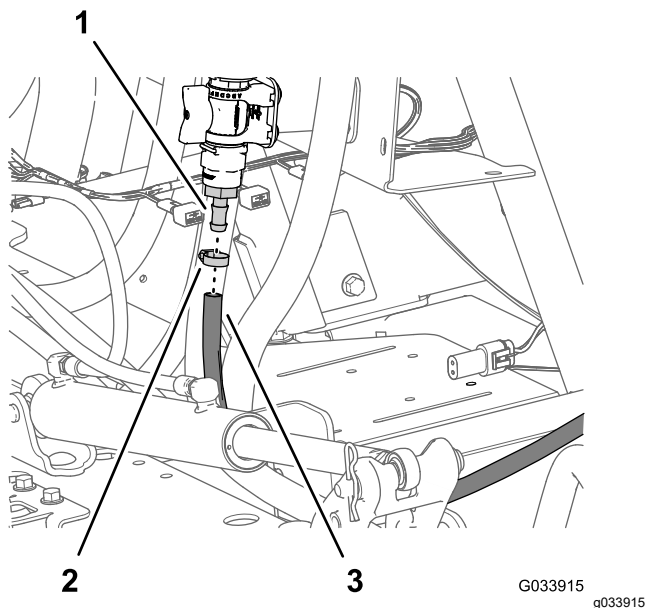

Figure 36
6. Branchez le flexible de l'applicateur manuel au raccord cannelé de la vanne de commande, et fixez le flexible sur le raccord avec un collier (Figure 36).